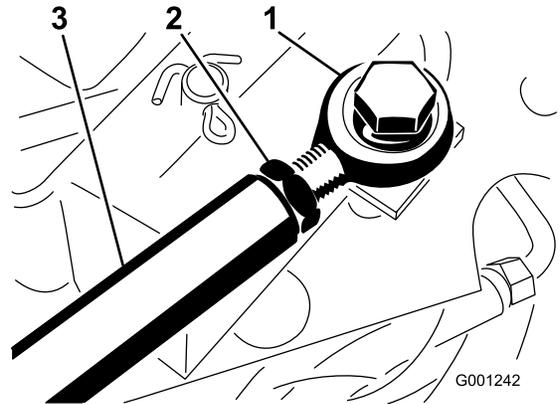

図 79
さらに調整が必要な場合は、走行ロッド (図 79) の調整を以下の要領で行う
2. ロッドの端部を走行ロッドに固定しているジャムナットをゆるめる 図 79。
4. ジャムナット 図 79 を締め、ボルトとナットでロッド端を走行ペダルに固定してペダルの角度を固定する。